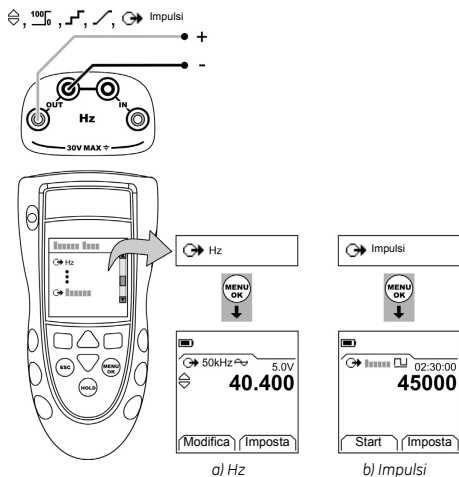

Figura 2: Esempio configurazione – per l'alimentazione di Hz o impulsi
1. Collegare lo strumento (Figura 2) e, se necessario, modificarne il Setup (Tabella 1).